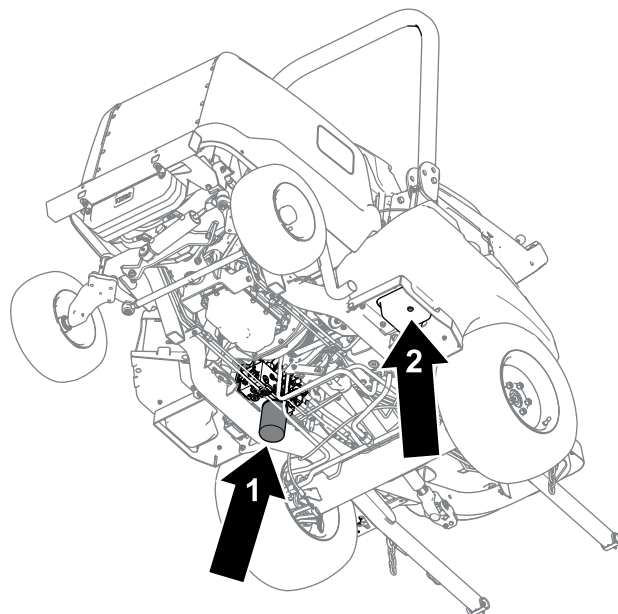

Figure 85
4. Retirez le bouchon de vidange (Figure 85) situé sur le côté du réservoir et laissez l'huile s'écouler dans le bac de vidange.
6. Placez un bac de vidange sous le filtre (Figure 85), déposez le filtre et vidangez le restant d'huile dans le bac.